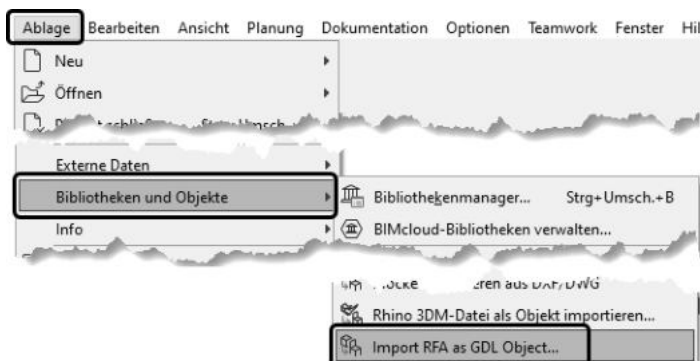

Abb. 1.21: Import von Revit-Familiendateien
*Import von Revit-Bibliothekselementen* – Teile aus den Revit-Familienbibliotheken mit der Dateierdung \*.RFA können mit einem der neuesten Import-Werkzeuge geladen werden (Abbildung 1.21). Wenn Sie eine ältere 24er ArchiCAD-Version haben, müssen Sie ggf. über das AKTIONS-CENTER (Reiter über der Zeichenfläche) unter UPDATES nach einer Aktualisierung suchen.